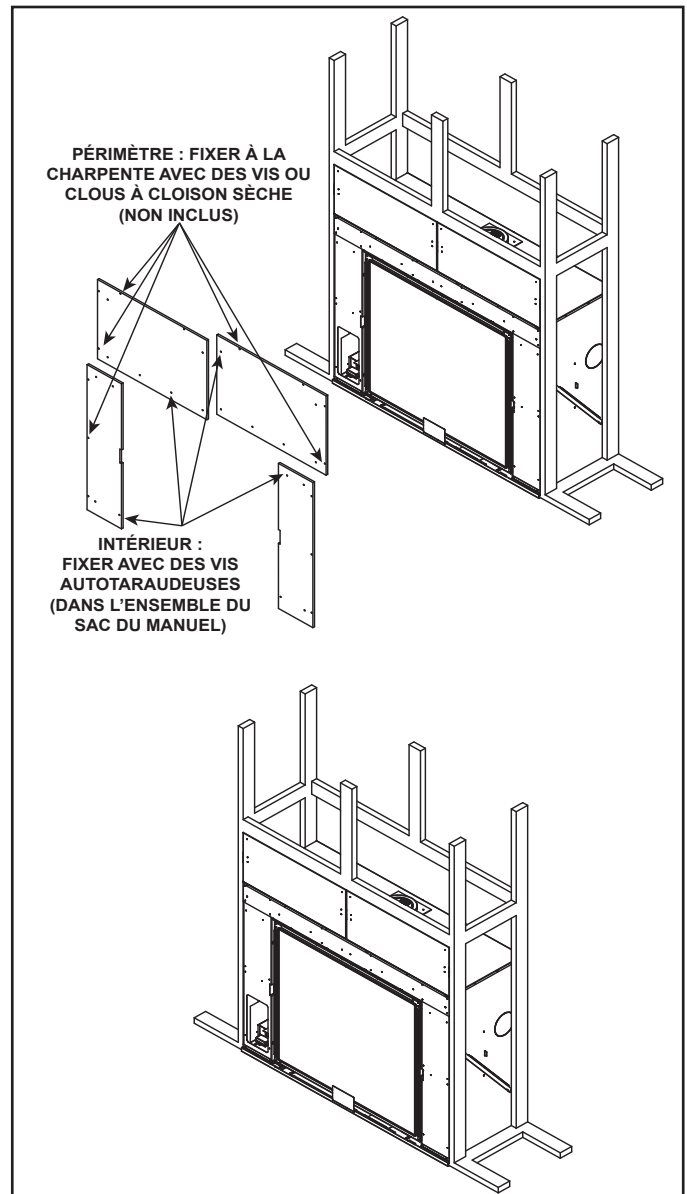

Figure 6.7 Installation du matériau de revêtement incombustible
- Centrez et attachez les deux panneaux supérieurs aux éléments de la charpente. Voir la figure 6.7.
- Utilisez les attaches du paquet (sac du manuel) où se trouvent les vis à fixer au foyer. Voir la figure 6.7.
- Utilisez des vis pour panneaux de plâtre ordinaires, ou des clous, pour fixer le périmètre entre les matériaux de revêtement incombustibles et la charpente de bois. Voir la figure 6.7.